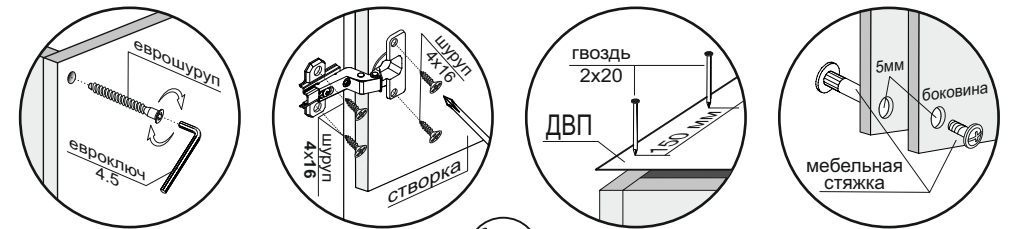

Рис.1
3. Соединить боковины (1,2), крыши (3), стяжки (4) и заднюю стенку (5) еврошурупами (рис.1,2).
4. Перевернуть изделие лицевой частью вниз и замерить диагонали секции (они должны быть равны: ± 2 мм). Прибить гвоздями 2x20 заднюю стенку, состоящую из ДВП (6,7), и прикрутить навесы шурупами 4x20 П/Ш (рис.1,2).
5. Монтировать навесные полки к стене с помощью дюбель-винтов (рис.1,2).
7. Навесить створки (8), используя петли и шурупы 4x16 (рис.1,2). Отрегулировать петли.
8. Шурупами 4x32 П/Ш прикрутить ручки к створкам (8).